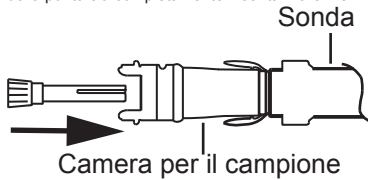

Figura 2. Inserire la guida della punta nella camera per il campione
2. Usando la normale tecnica asettica, rimuovere l'applicatore dalla confezione e controllare che non sia danneggiato. Rimuovere la protezione della punta (A).
5. Inserire la guida della punta (B) nella camera per il campione. Assicurarsi che la guida della punta sia completamente inserita. Fare riferimento alla Figura 2.